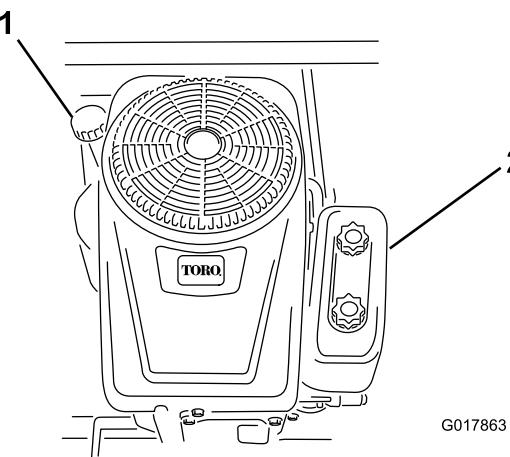

Figure 29
4. Nettoyez la surface autour de la jauge d'huile (Figure 29) pour éviter que des impuretés ne s'introduisent dans le goulot de remplissage, ce qui risquerait d'endommager le moteur.
6. Versez lentement environ 80 % de la quantité d'huile spécifiée dans l'orifice de remplissage (Figure 29). Vérifiez le niveau d'huile; voir Contrôle du niveau d'huile.